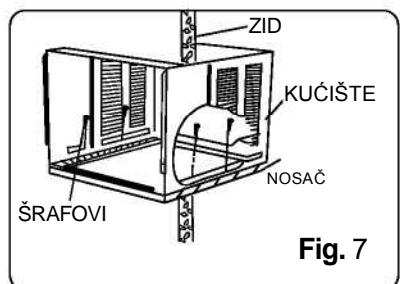

Fig. 7
3. Uklonite podlogu za transport sa kompresora pre puštanja u rad i osigurajte da odvodi za pražnjenje ka drenažnom sudu budu povezani pre vraćanja šasije nazad u kućište (Pogledajte Fig.7).